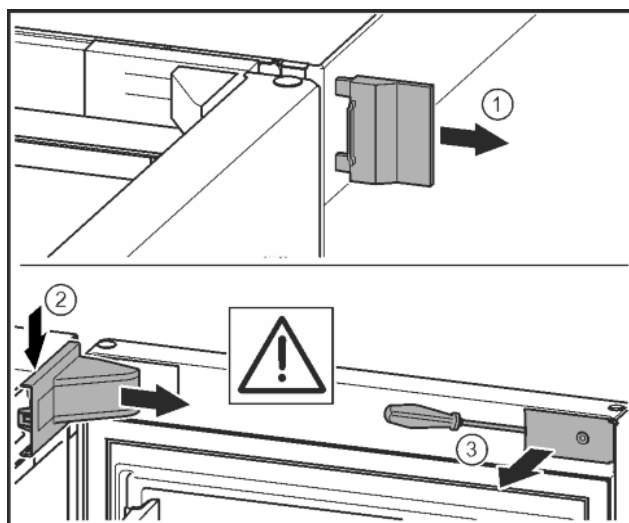

Fig. 11\*
- Retirer le cache extérieur.\* *Fig. 11 (1)*
- Détacher et libérer le cache du support de palier. Retirer le cache du support de palier.\* *Fig. 11 (2)*
- Dégager le cache avec le tournevis et l'incliner sur le côté.\* *Fig. 11 (3)*